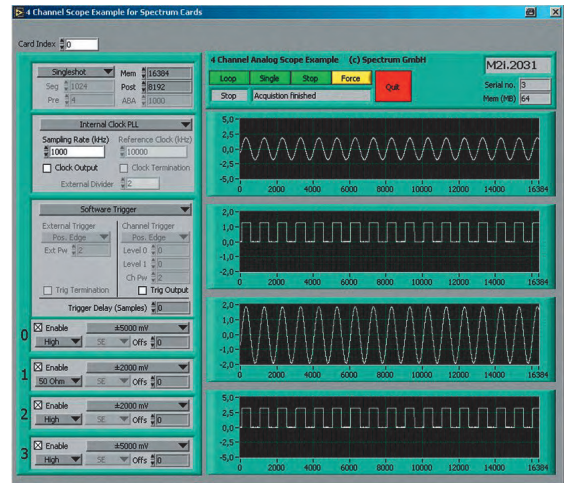

Рис. 39. Вид виртуальной приборной панели в среде LabVIEW, иллюстрирующий использование аналоговых каналов дигитайзера в качестве четырёхлучевого осциллографа
драйверов LabVIEW состоит из нескольких библиотек и некоторых открытых примеров виртуальных инструментов (VI), иллюстрирующих работу с драйвером. Помимо использования этих библиотек все функции драйвера могут быть вызваны непосредственно. На рис. 39 представлен пример, который даёт вам возможность использовать аналоговые каналы платы дигитайзера в качестве простого осциллографа. Здесь показана виртуальная передняя панель осциллографа, которая позволяет с помощью одного или нескольких опросов данных визуализировать до четырёх каналов. Все настройки задающего генератора, режимы и источники запуска, настройки входных каналов могут быть установлены и изменены через интерфейс. Пример показывает работу плат сбора данных с числом каналов вплоть до четырёх, независимых от аналогового разрешения и максимальной частоты опроса дигитайзера.